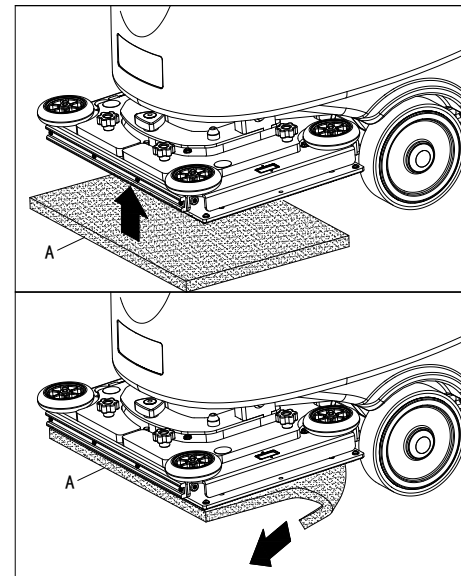

Figure 5.1
1. Soulevez la plateforme en appuyant sur l'interrupteur (60).
2. Installez et désinstallez le tampon (A, Figure 5.1)